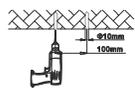

Figure 3
1. Mark with a mark pen or sharp tool on the mounting surface and drill. (figure 3)
1. Marquez avec un marqueur ou un outil pointu sur la surface de montage et percez. (figure 3)